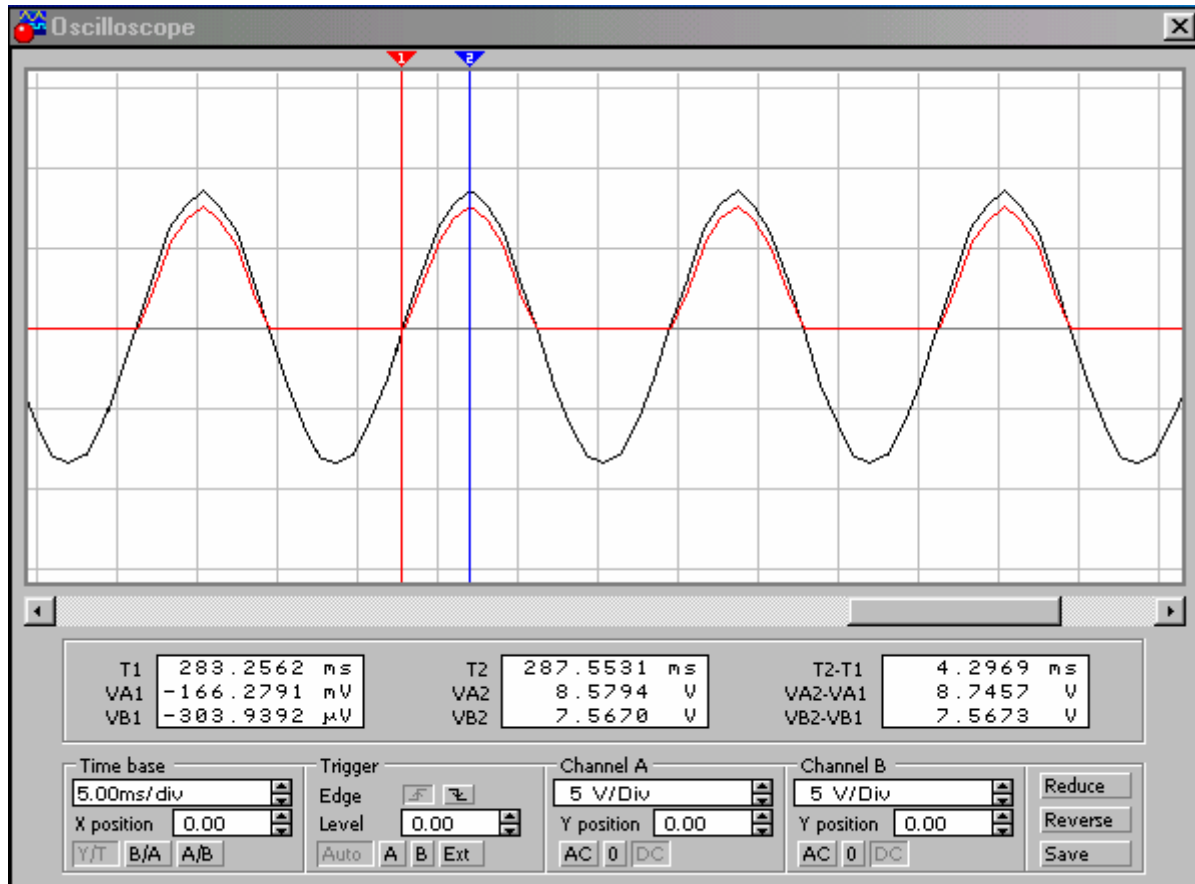

Рисунок 2.8
Амплітуди $U_{m_{\text{вх}}}$ та $U_{m_{\text{вих}}}$ вимірюються на збільшеному екрані осцилографа встановленням маркерів 1 і 2 відповідно на нульове і амплітудне значення осцилограм (рис. 2.8).
- 4.6.6 Вимірити період вихідної напруги, для чого на збільшеному екрані (рис. 2.8) встановити на нульові значення вихідної напруги відповідно маркер 2, а через період – маркер 1 і відлічити у правому віконці період $T = T2 - T1$.